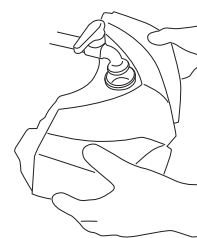

Fig.23
- Llene el depósito (Fig. 23).